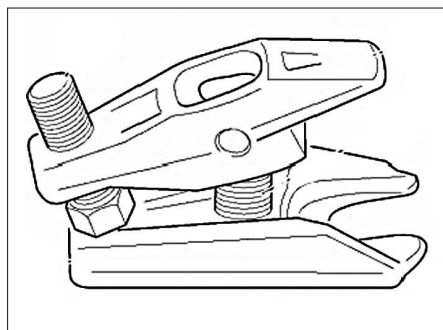

FIG. 6
- Extracteur de rotule de direction (réf : 32 3 090) (Fig.6).